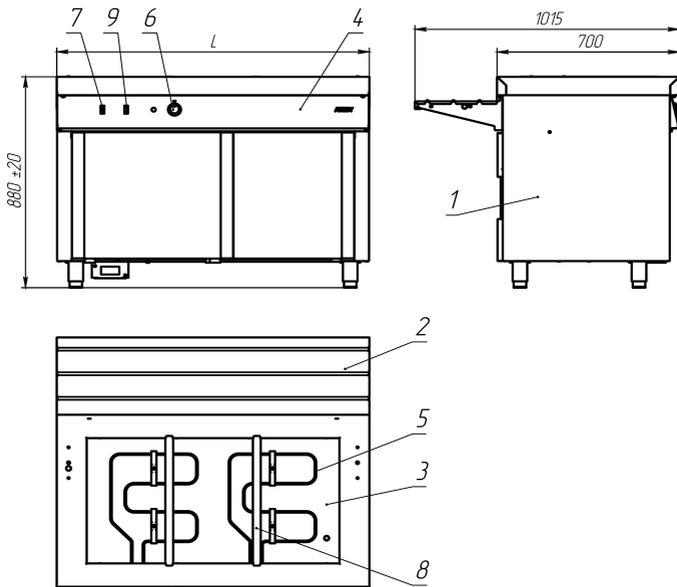
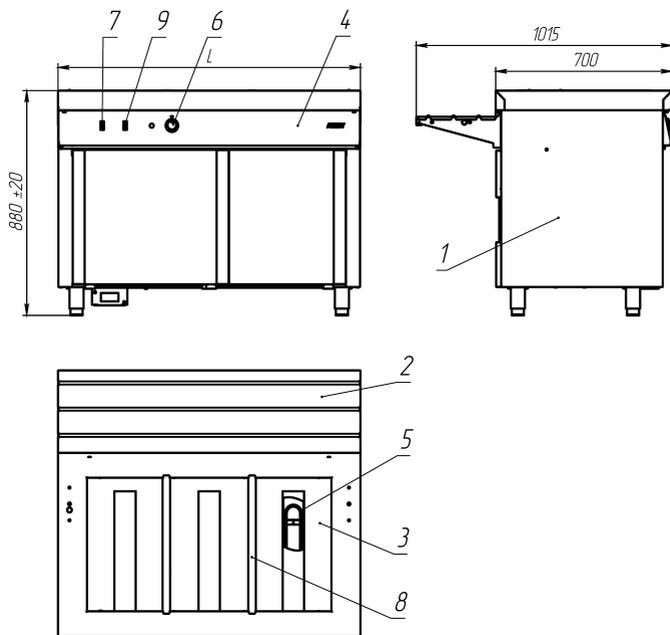

Рисунок 1
Рисунок 2
1.3.2.1 Предприятие «АТЕСИ» выпускает мармиты вторых блюд «парового» и «сухого» обогрева. Изделия, см. рисунок1 и рисунок 2, представляют собой тумбу 1 с установленными на ней направляющей для подносов 2, ванной 3 со съёмными перегородками 8 для установки гастроемкостей. По желанию заказчика модули могут комплектоваться стандартными гастроемкостями GN 1/1, GN ½ глубиной до150мм. Нагрев емкостей в мармите «влажном»осуществляется с помощью горячего пара, вода в ванне нагревается ТЭНами 5 рисунок 1. Температура воды внутри ванны не превышает 100°С и пригорание продуктов исключено. Нагрев продуктов в «сухом» мармите осуществляется с помощью ТЭНов 5 рисунок 2, расположенных под каждой гастроемкостью. С помощью ручки терморегулятора 6 на панели управления 4 устанавливается необходимая температура в гастроемкостях в пределах до 80°С. Выключатель 7 включает подсветку полки. Выключатель 9 подключает изделие к электросети.